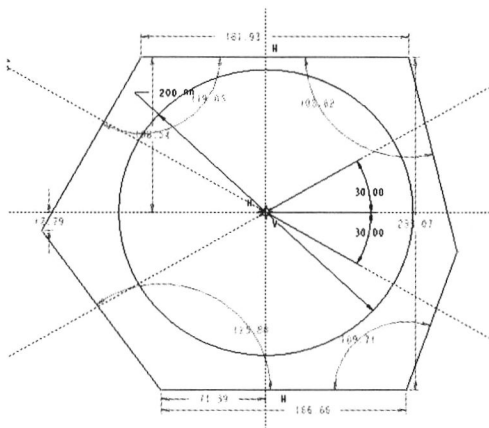

图 1-11 添加水平约束
Step3 单击“草绘器工具”工具栏“约束”面板中的“水平”按钮 ，然后选择直线 1 和直线 4，为其添加水平约束，如图 1-11 所示。